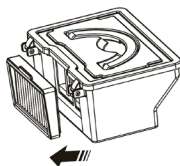

Рисунок 3
3. Достаньте фильтр HEPA и встроенный фильтр (Рисунок 3 и 4), промойте встроенный фильтр и пылесборник теплой водой и тщательно высушите.